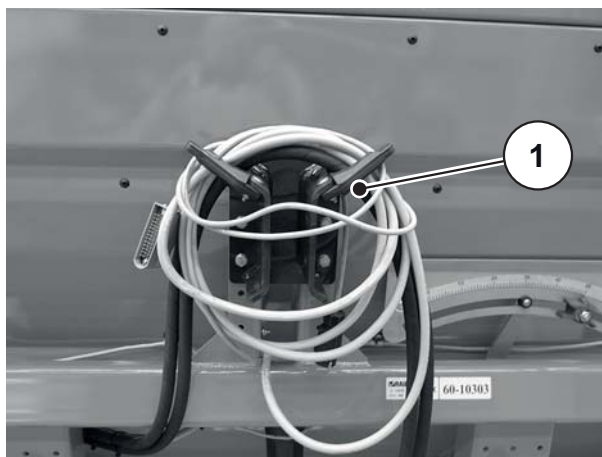

Bild 6.2: Ablage für Kabel und Schläuche
- Die abgekuppelten Hydraulikschläuche über die Ablage für Schläuche und Kabel legen. Siehe Bild 6.2.
- Nach dem Abkuppeln die Hydraulikschläuche und Elektrokabel auf den Rahmen, in die dafür vorgesehene Ablage ablegen (siehe Bild 6.2).